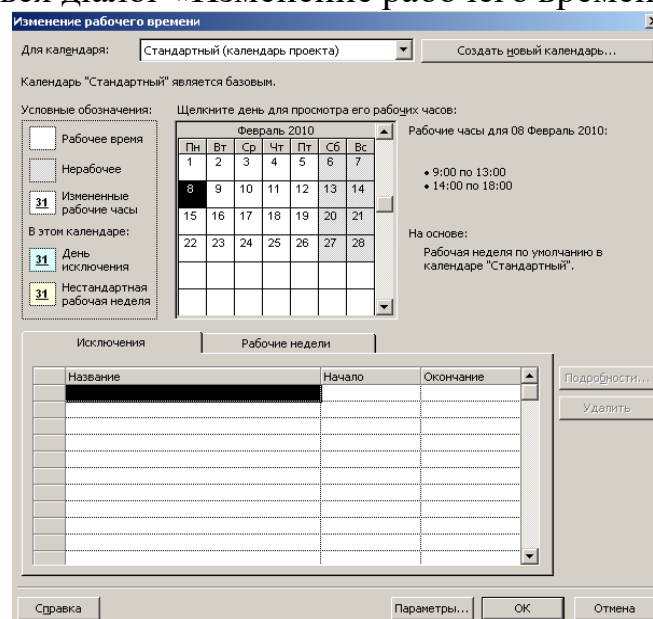

Рис. 2.5 – Діалог «Изменение рабочего времени»
- Вибрати команду меню «Сервис» - «Изменить рабочее время». На екрані з'явиться діалог «Изменение рабочего времени». (Рис. 2.5.)